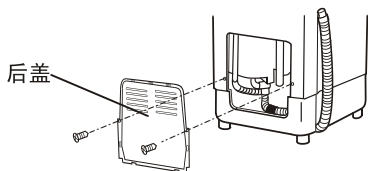

图1
1. 松开后盖紧固螺钉，卸下后盖，注意不可用力过猛，防止弄断后盖卡爪。（如图1所示）